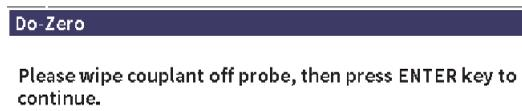

図 11-36 ゼロ点実行ダイアログボックス
10. ESC を 2 回押しして**探触子設定**ページを消して、**ゼロ点実行**ダイアログボックスを表示します (220 ページの図 11-36 参照)。